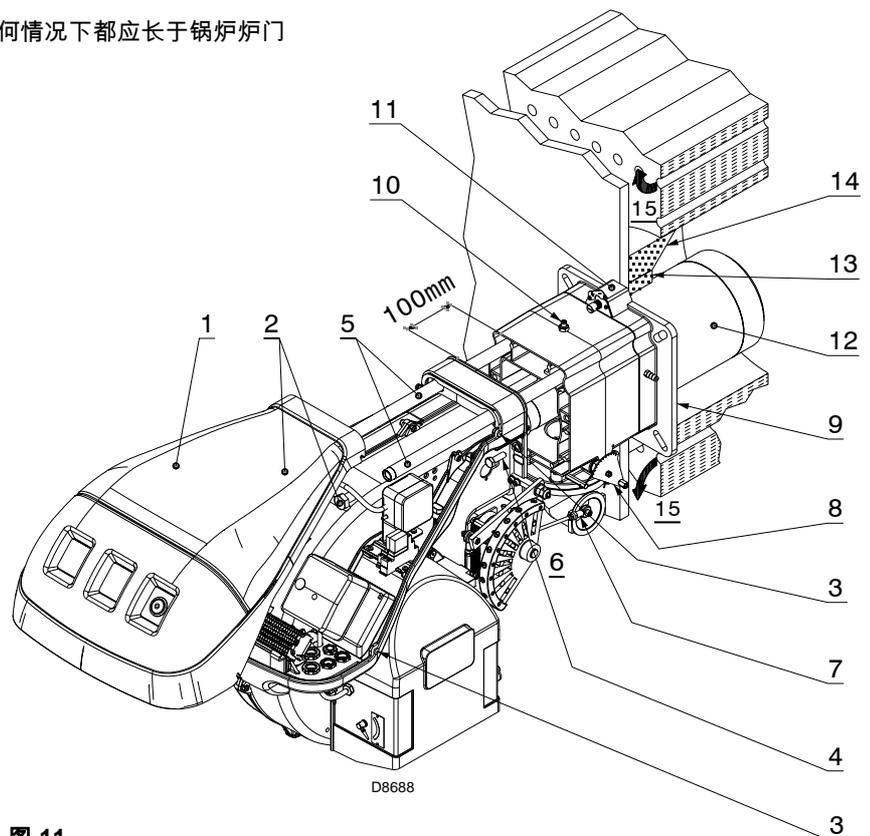

图 11
此保护性炉补不得妨碍取下燃烧筒。见图 11。
从燃烧器上拆下燃烧头，图 11。
进行完上述操作后，将法兰 11)(图 11) 固定到锅炉钢板上，中间插入随附的隔热垫 9)(图 11)。
- 从管路连接处 4)，沿滑杆 3) 推进燃烧器剩余约 100 mm，直至达到图 11 所示位置；